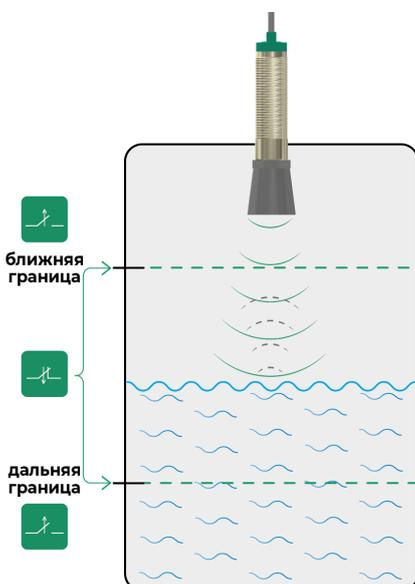

Рисунок 10 – состояние дискретного выхода в режиме «НО»
2.8.2 В режиме работы «НО», дискретный выход замыкается (замыкает цепь нагрузки), если уровень материала находится внутри окна и размыкается, если уровень материала находится вне окна (рисунок 10). При отсутствии отраженного сигнала дискретный выход разомкнут.